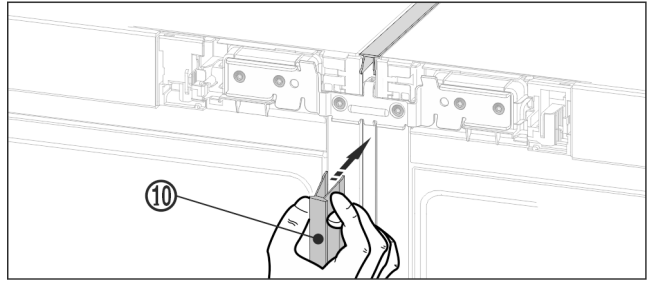

Fig. 22 *
- Nyomja az első oldalon a hosszú fedőlécet Fig. 22 (10) a függőleges nyílásba. Ügyeljen arra, hogy a lécz az összekötő lemezen álljon.*